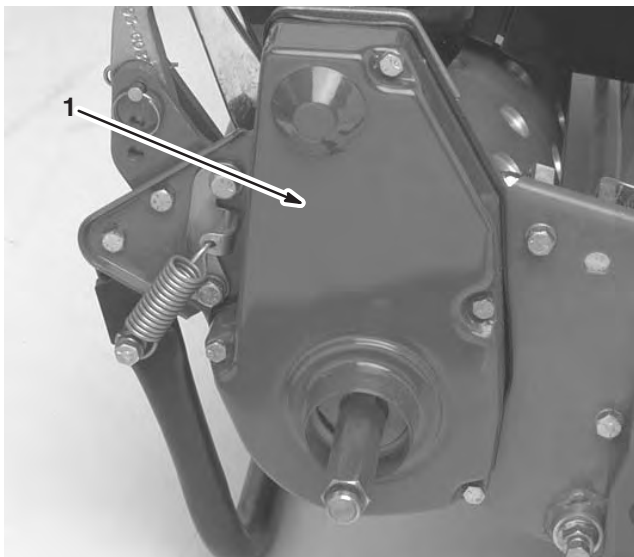

Bild 8
6. Nehmen Sie die hintere Riemenabdeckung rechts an der Maschine ab (Bild 8).